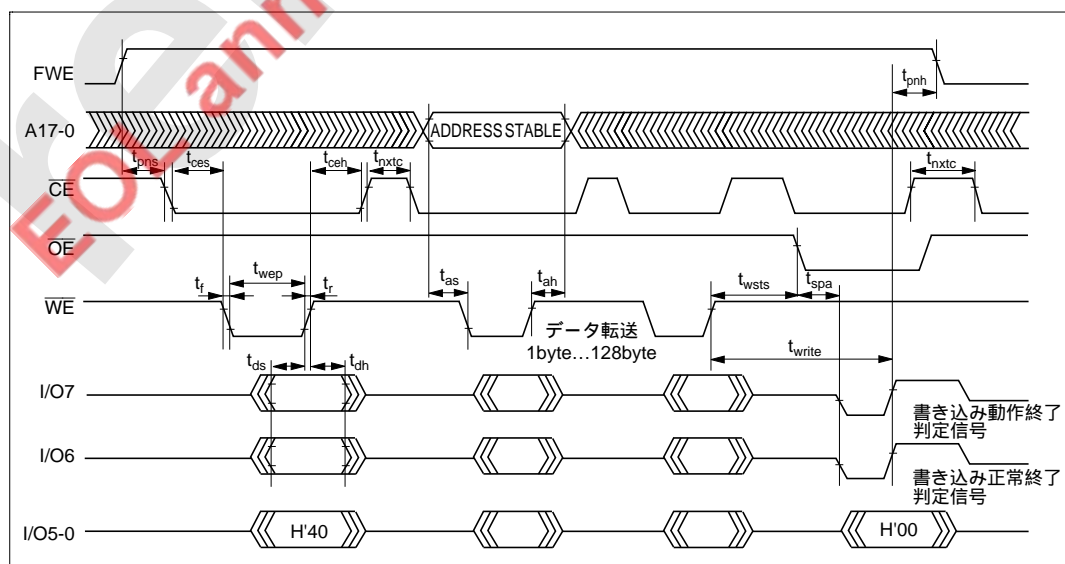

図 16.23 自動書き込みモードのタイミング波形
- (1) 自動書き込みモードでは、128 バイト同時書き込みを行います。これは、バイトデータを 128 回連続で転送してください。
- (2) 128 バイト以下の書き込みでも 128 バイトのデータ転送を行う必要があります。必要ないアドレスへのメモリ書き込みは、データを H'FF にして書き込みを行う必要があります。
- (3) 転送するアドレスの下位 8 ビットは、H'00、H'80 でなければなりません。有効アドレス以外を入力した場合は、メモリ書き込み動作に移行しますが、書き込みエラーとなります。
- (4) メモリアドレスの転送は、第 2 サイクルで行います (図 16.23)。第 3 サイクル以降では転送しないでください。
- (5) 書き込み動作中は、コマンド書き込みを行わないでください。
- (6) 書き込みは、各アドレスの 128 バイト単位のブロックに対して、1 回の自動書き込みで行ってください。既に書き込まれたアドレスブロックへの 2 回以上の追加書き込みは行えません。
- (7) 自動書き込み正常終了の確認には、I/O6 を調べることにより行います。または、ステータス読み出しモードを使用しても確認することができます (I/O7 番のステータスポーリングは、自動書き込み動作終了判定用端子です)。
- (8) ステータスポーリングの I/O6、I/O7 端子情報は、次のコマンド書き込みまで保持されます。次のコマンド書き込みが行われてなければ、 \overline{CE} 、 \overline{OE} をイネーブルにすることにより読み出し可能となります。